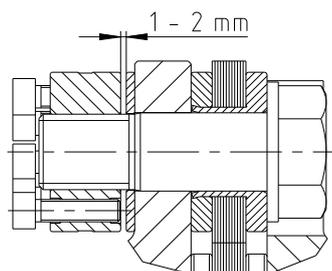

Bild 23
- Die Druckschrauben in der Spannmutter dürfen auf der Druckseite nicht vorstehen (siehe Bild 23).
- Danach die Spannmutter zurückdrehen bis ein Spalt von 1 - 2 mm vorhanden ist (siehe Bild 23).